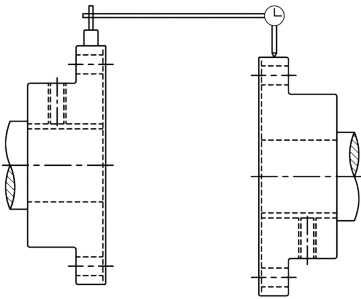

Figura 5: ALINHAMENTO RADIAL (PARALELO)
- Para conferência do **desalinhamento paralelo** com relógio comparador, seguir conforme **Figura 5**.